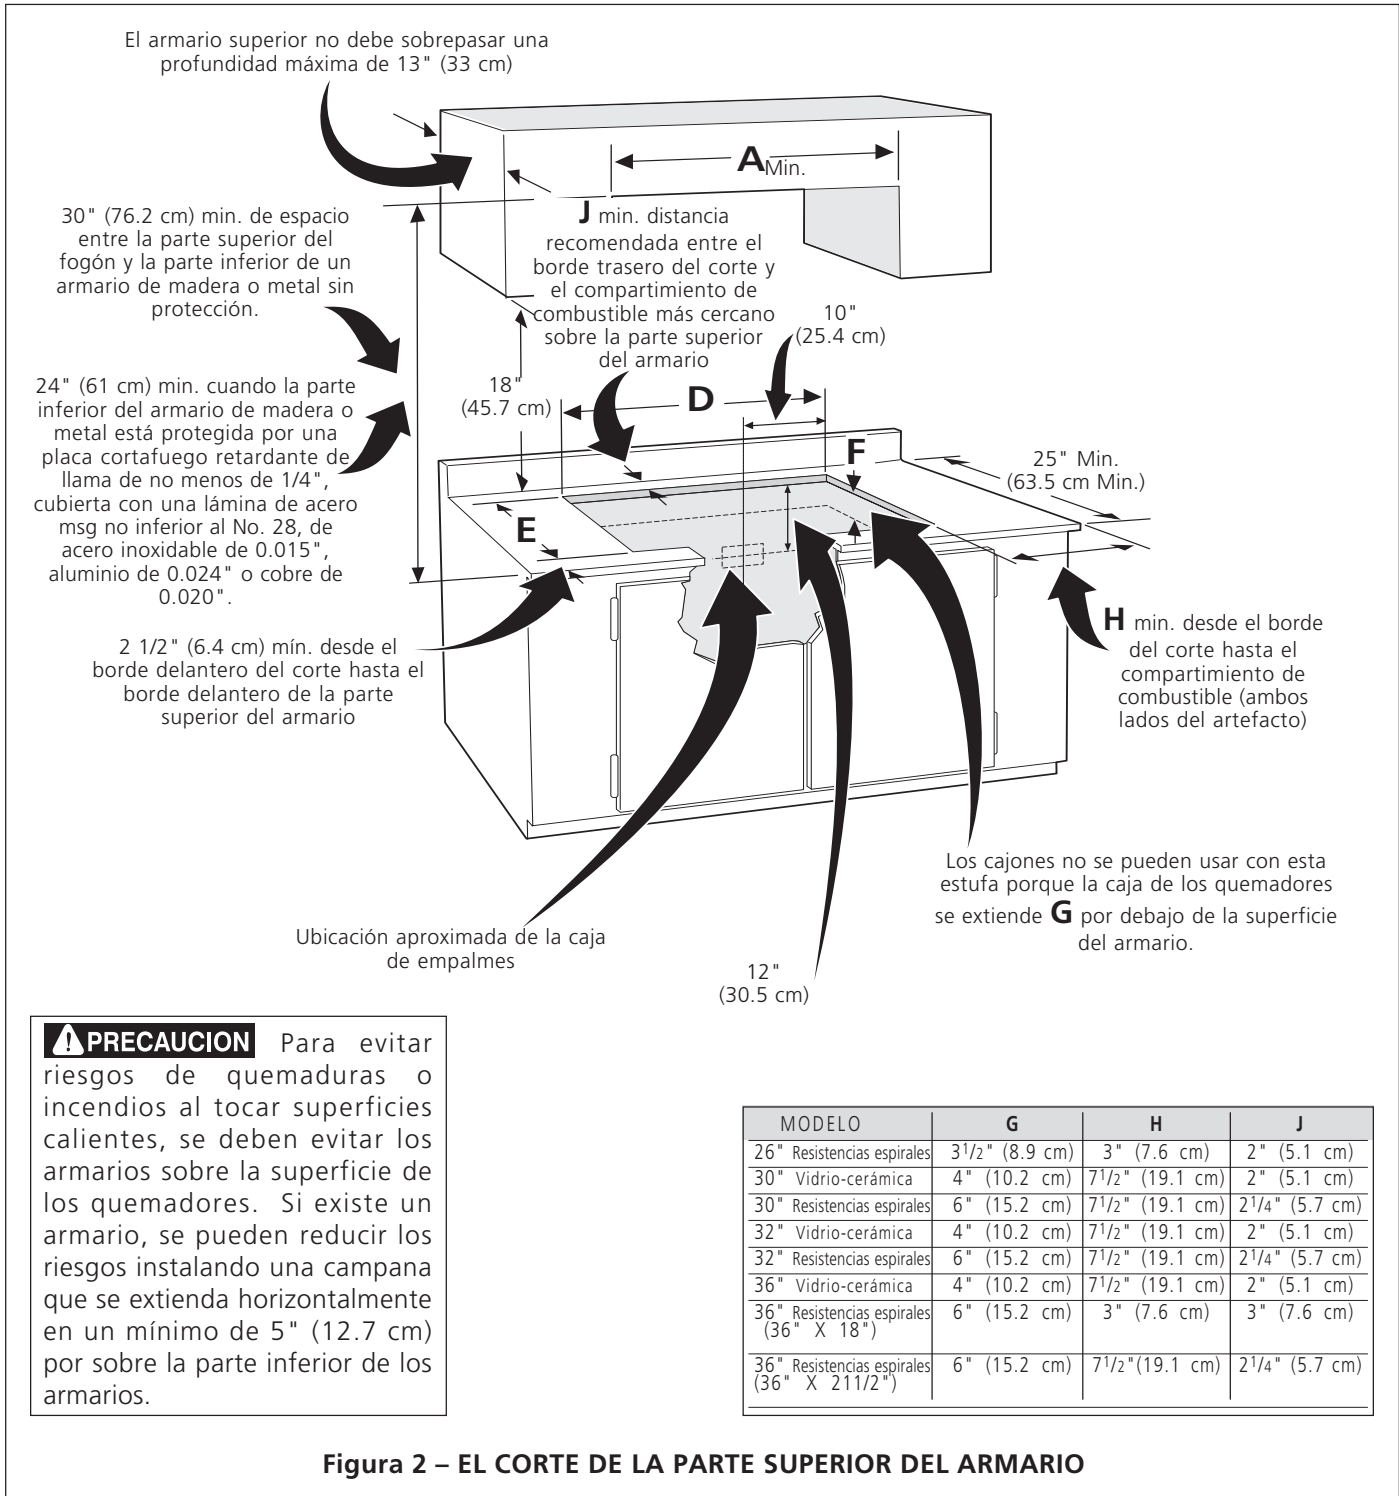

Figura 2 – EL CORTE DE LA PARTE SUPERIOR DEL ARMARIO
2. Este electrodomestico debe conectarse a la caja de fusibles (o de cortacircuitos), por medio de un cable blindado flexible o un cable con forro no metálico. El cable blindado flexible que va desde el electrodomestico debe de estar conectado directamente a la caja de empalme. La caja de empalme debe de estar localizada en el lugar que se indica en la Figura 2, dejando tanto exceso de cable como sea posible entre la caja y el electrodomestico, de forma que así el electrodomestico se pueda mover fácilmente, si fuera necesario para hacer una reparación.